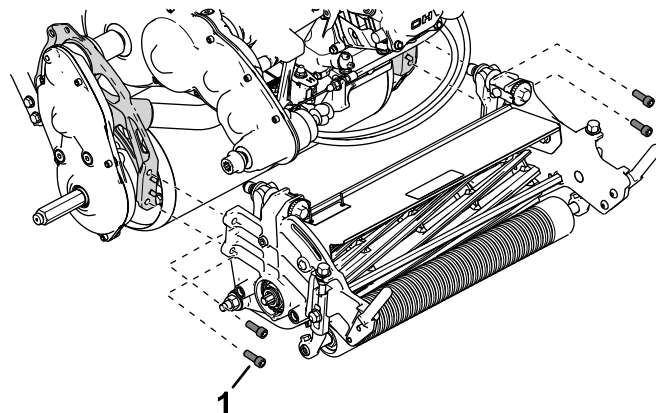

Figura 45
5. Utilize quatro parafusos de cabeça sextavada interior para prender a unidade de corte à estrutura (Figura 45).